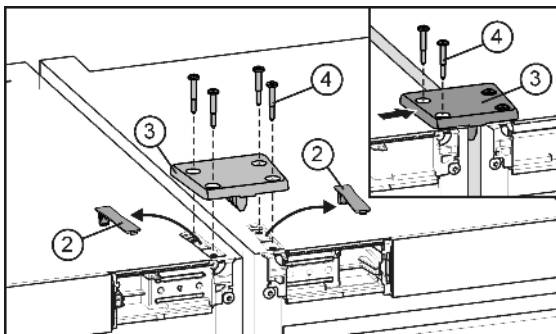

Fig. 5
- ▶ Hekt av og ta ut dekslene Fig. 5 (2).
- ▶ Legg på forbindelsesplaten Fig. 5 (3) og fest den til en av enhetene med to skruer Fig. 5 (4), men ikke trekk til for stramt.